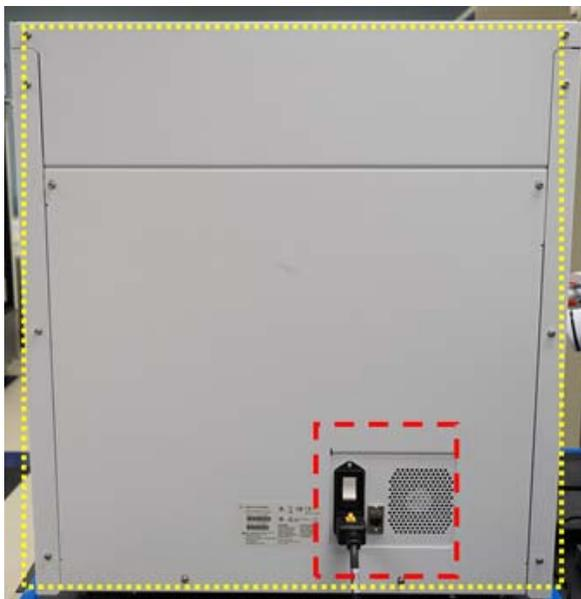

图 35 要擦拭的仪器背面的外表面
- d **仪表外部 – 背面**：确保将电源线从电源上拔下。用经过 70% 异丙醇弄湿的实验室擦巾，擦拭图 35 中用黄色勾勒出的仪器的背面。用红色勾勒出的区域需要特别注意，因为其中包括后方的电源按钮。